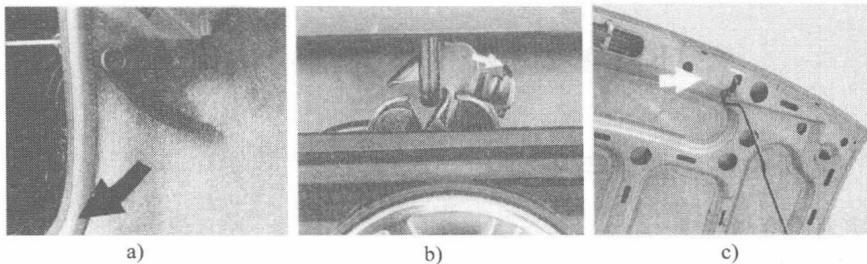

图 0-5 发动机舱盖开启
- (2) 发动机舱盖开闭 以上海桑塔纳 2000GSi 汽车为例(见图 0-5):